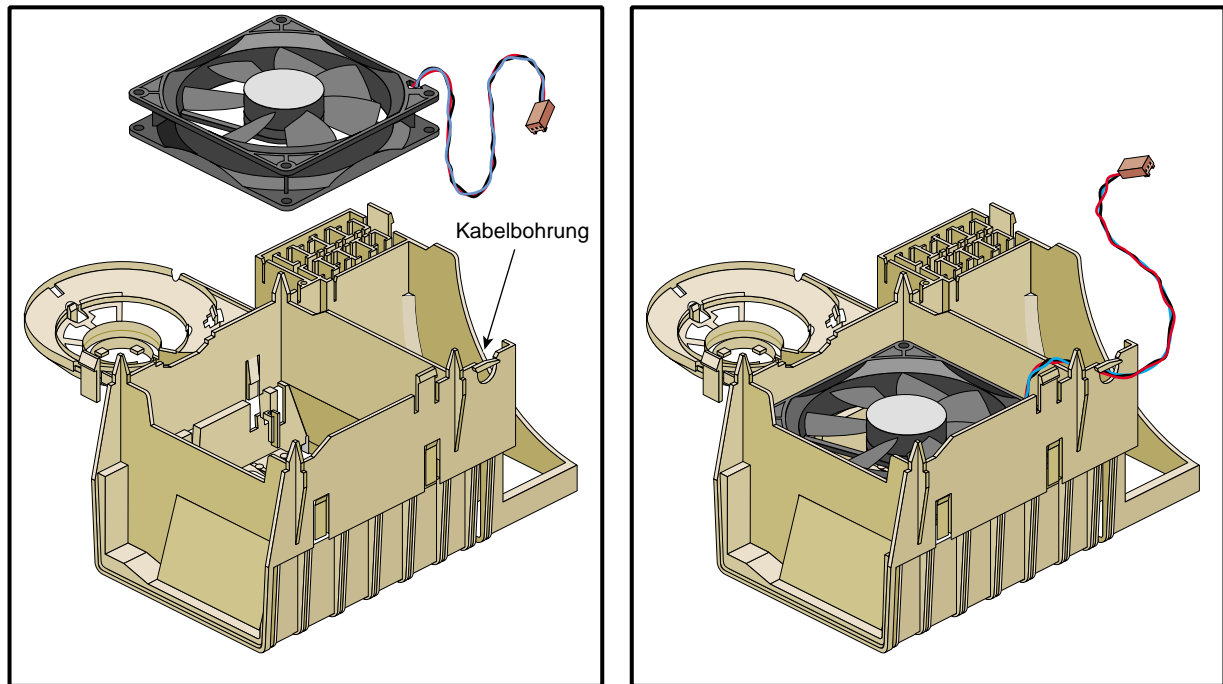

Abbildung 2-22 Installieren des Lüfters im Kunststoffrahmen
7. Der Lüfter wird von vier Lüfterhalteclips im Kunststoffrahmen gehalten. Wenn Sie den Lüfter aus dem Kunststoffrahmen nehmen wollen, legen Sie den Rahmen mit der Vorderseite nach unten auf eine ebene Fläche (siehe Abbildung 2-22).
8. Drücken Sie mit einem Flachsraubendreher vorsichtig auf die Mitte des Lüfters. Lösen Sie dabei nacheinander alle vier Lüfterhalteclips, indem Sie sie vom Lüfter fort ziehen. Abbildung 2-22 veranschaulicht das Vorgehen.
2. Setzen Sie den Lüfter in sein Gehäuse ein. Setzen Sie den Lüfter so ein, dass sich das Lüfterkabel wie in Abbildung 2-22 gezeigt neben dem Schlitz im Kunststoffrahmen befindet.
4. Führen Sie den Kabelanschluss und das Kabel wie in Abbildung 2-22 gezeigt durch die Aussparung neben dem Kabelschlitz.